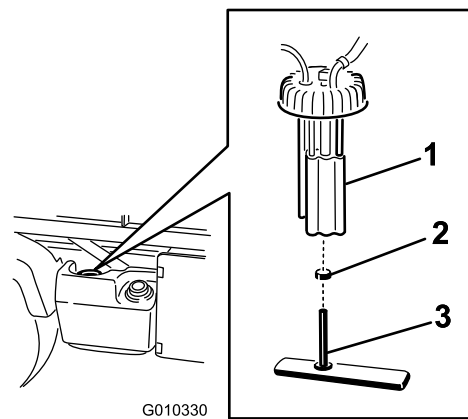

図 48
2. 燃料ポンプからワイヤハーネスのコネクタを外す 図 48。
3. ホースのクランプをゆるめ、燃料ポンプキャップから燃料ラインを外す 図 48。
4. 燃料タンクの上部から燃料ポンプのキャップを外す 図 48。
5. タンクから、燃料ポンプアセンブリと燃料フィルタを外す 図 48。
7. フィッティングからホースを取り外す 図 48。